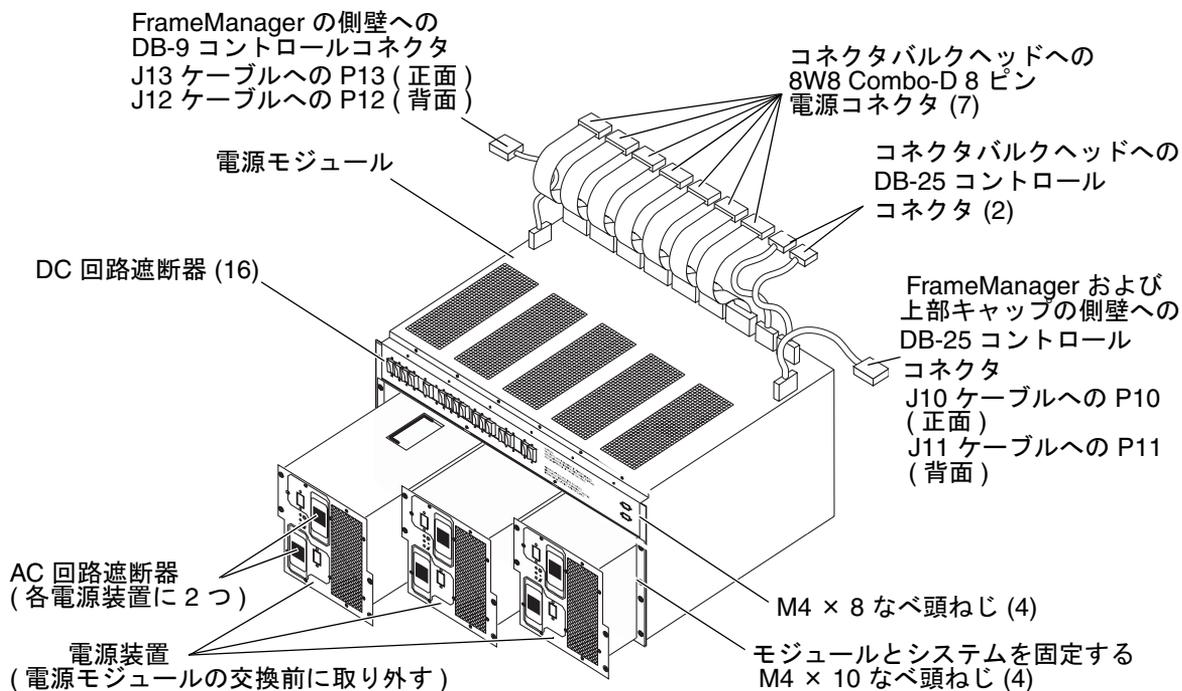

図 3-2 電源モジュール
Sun Fire 15K/12K システムには、2つの電源モジュールが装備されています。各電源モジュールは、3つのホットスワップ可能な電源装置を搭載しています。モジュールは、システムの正面に1つと背面に1つあります。詳細は、図 3-2 を参照してください。
8. 図 3-2 に示すように、電源モジュールの正面の縁とシステムシャーシを固定している 4本の M4 × 10 なべ頭ねじを外します。
3. 図3-2に示すように、モジュールとシステムを固定する4本のM4×10なべ頭ねじで、電源モジュールをシステムシャーシに固定します。
4. 図3-2に示すように、7つの8W8 Combo-D 8ピンDC電源コネクタ(左側)と3つのDB-25コントロールコネクタ(右側)をシステムシャーシの取り付けバルクヘッドに接続し、ジャックねじを手で締めます。